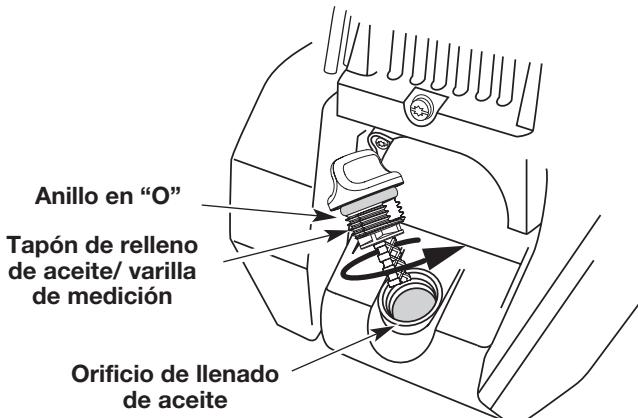

Fig. 16
- Saque el tapón de aceite/ varilla de medición del cigüeñal (Fig. 16).